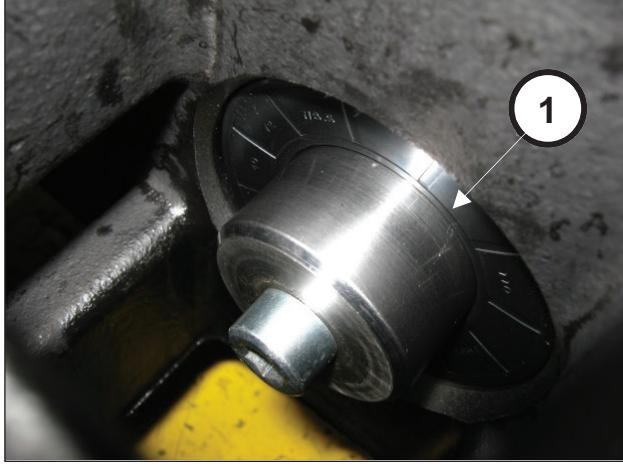

Рис. 36
Прокручивайте шестерню, пока зубец инструмента полностью не войдет в сальник (поз. ①, Рис. 36).